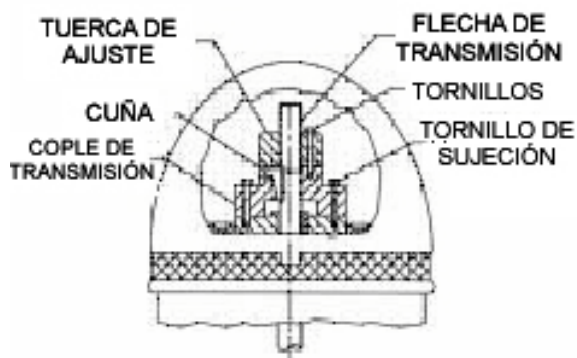

Figure 6
8. Después de bajar y orientar el motor y/o la transmisión de engrane, retire el cople de transmisión y los tornillos de sujeción hacia abajo como se muestra en la Figure 6.
9. Atornille la tuerca de ajuste (604) sin apretar al final de la flecha de transmisión (606). Limpie a fondo y sujete una línea ligera por debajo de la